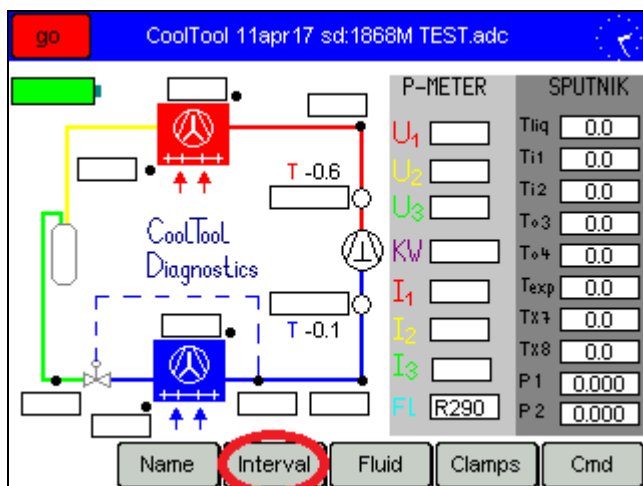

Bild 2
1. Auf der Anlagenseite den Interval-Button drücken. *Bild 2*